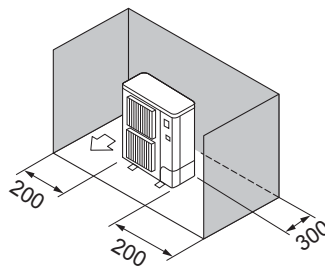

Fig. 2-5
- ③ Obstáculos apenas na parte de trás e nos lados (Fig. 2-5)